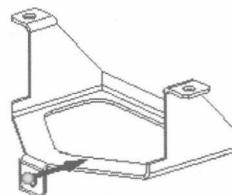

图 1.26 定义移除方向
(3) 定义法向除料特征属性。在“法向除料”工具条中单击“厚度剪切”按钮 和“贯通”按钮 ，并将移除方向调整至图 1.26 所示的方向。
(4) 单击 **完成** 按钮，完成特征的创建。